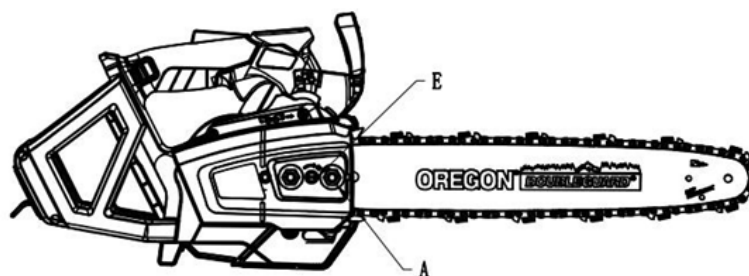

Fig 9
6. Segure a ponta da barra para cima e rode o ajustador (E) no sentido dos ponteiros do relógio até que a corrente encaixe perfeitamente na parte inferior da barra. De seguida, aperte a porca da tampa do pinhão (A) para fixar a tampa do pinhão (Fig. 9).